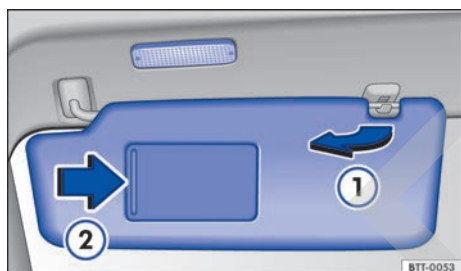

Fig. 63 Parasol.
- Extraer del soporte y girar en dirección a las puertas → fig. 63 ①.
En la parte posterior del parasol se encuentra un espejo de cortesía provisto de una tapa. Al abrir la cubierta → fig. 63 ② se enciende una luz.